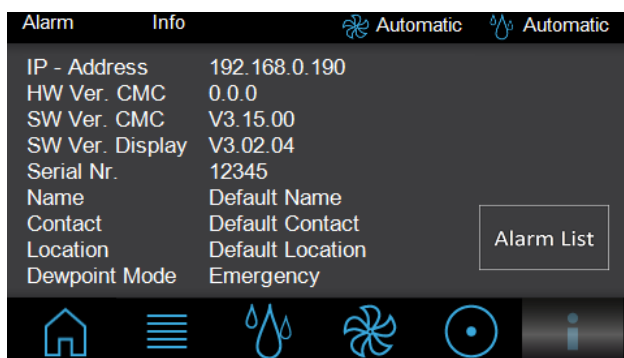

Fig. 106 : écran « Info »
- Saisissez le numéro de série à l'aide des touches du pavé numérique. Vous pouvez consulter le numéro de série sur la page « Info » (fig. 106) dans l'entrée « Serial Nr. ».